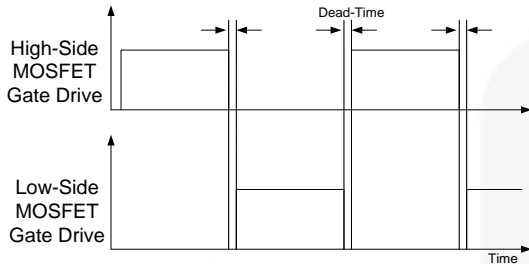

图 15. MOSFET 栅极驱动信号
1. 基本操作。 FSFR-XS 系列设计为驱动高侧和低侧 MOSFET，各占 50% 占空比。在连续转换期间引入了固定死区时间 350 ns，如图 15 所示。